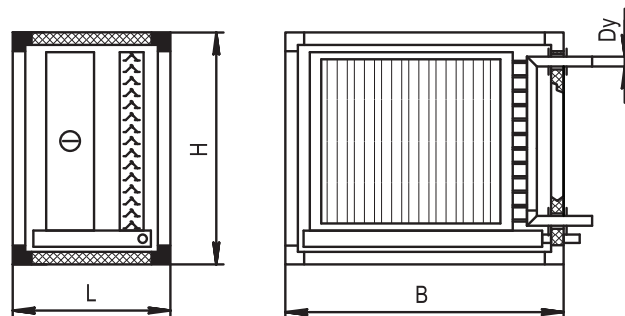

Рис.119. Габаритные размеры блока воздухоохладителя.
Блок воздухоохладителя состоит из корпуса, собственно воздухоохладителя, каплеуловителя и поддона. Габаритные размеры и масса блока воздухоохладителя приведены в табл.50 и на рис.119.
* Ду (см.рис.119) определяется в зависимости от характеристик воздухоохладителя (количество рядов, ходов). Приводится в результатах подбора.